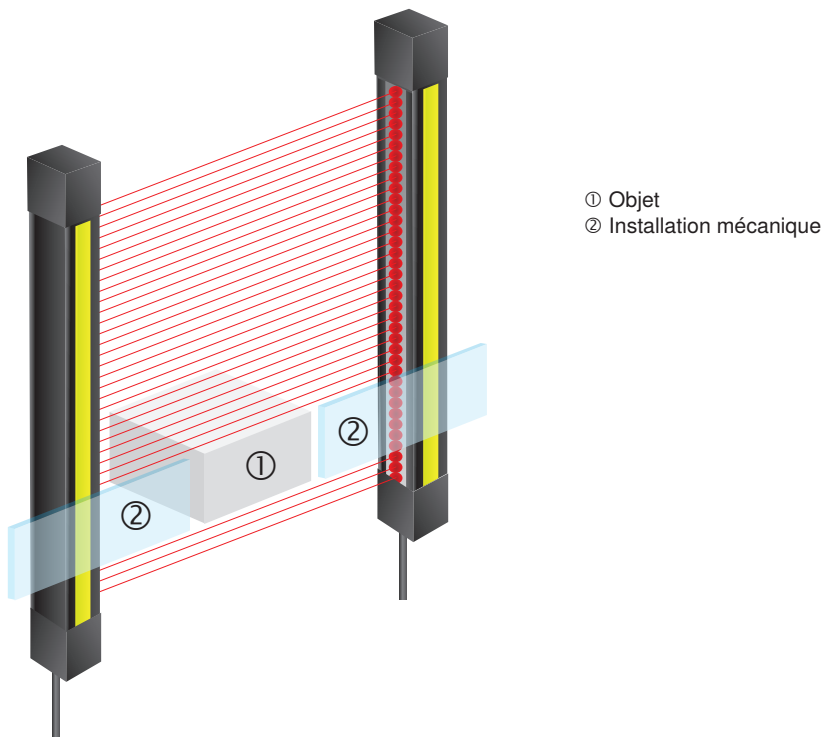

Figure 21 : Protection supplémentaire pour la zone masquée.
- Une zone masquée constitue un « trou dans le champ de sécurité ». Cette zone doit par conséquent être sécurisée par d'autres mesures, par exemple d'ordre mécanique (voir Figure 21).